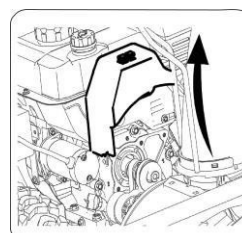

Рис.12
**Примечание: перед началом обслуживания, слейте бензин из снегоуборочной машины, снимите наконечник с свечи.** Рис.12.